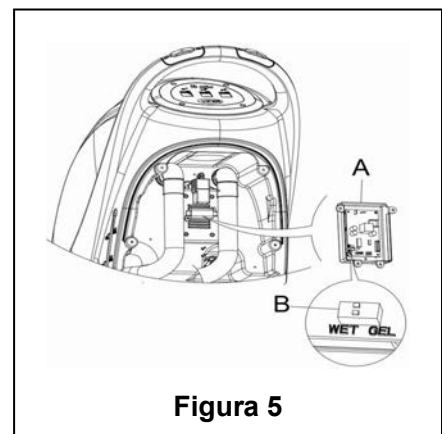

Figura 5
2. Scoateți furtunul de scurgere (15)
4. Scoateți capacul panoului de comandă (5), și șuruburile capacului bateriei (10). Scoateți șuruburile de pe panoul de comandă. Comutatorul DIP (B) pentru stabilirea modelului de baterie poate fi văzut sub plăcuța panoului de comandă (PCB) (Vedeți **Figura 5**)
5. Puneți comutatorul DIP (B) pe poziția "WET",